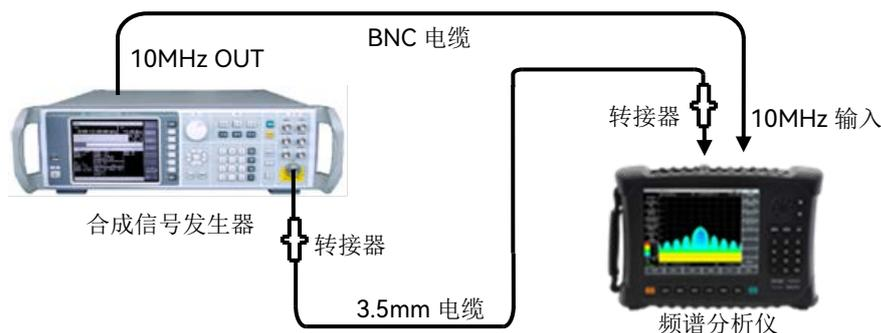

图 12-9 边带噪声测试示意图
- 1) 如图 12-9 连接测试仪器，合成信号发生器为频谱分析仪提供频率参考；